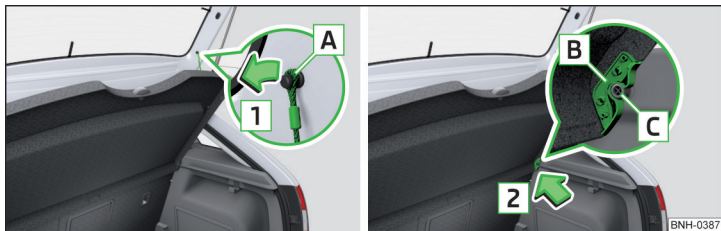

Fig. 79 Demontarea copertinei portbagajului
- > Desprindeți benzile de susținere **A** ale clapetei, în sensul săgeții **1** » fig. 79.
- > Poziționați elementele de prindere **B** de la capac peste bolțurile **C** de la capitonajul lateral » fig. 79.
- Elementele de prindere **B** de la capac trebuie să seta complet peste bolțurile **C** de la capitonajul lateral » fig. 79.
Dacă benzile de susținere **A** » fig. 79 sunt agățate de capota portbagajului, atunci la deschiderea capotei portbagajului se ridică și masca portbagajului.